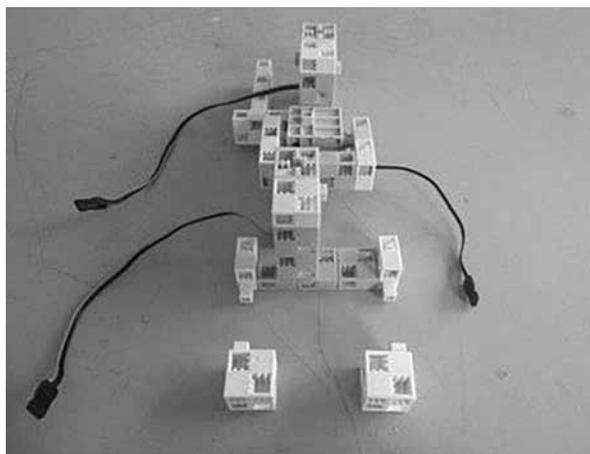

図22 基本四角を差し込む
- ② 図22に示すように、支柱と接続するためにアームロボにブロック(基本四角, 白)を差し込む。